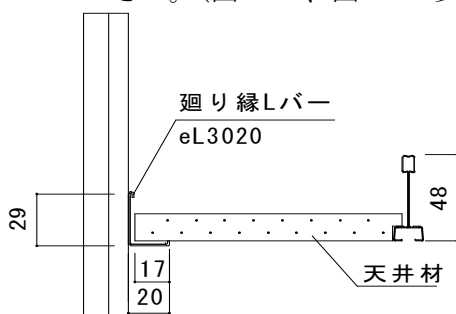

図2-26 正規寸法で天井材をカットした場合
- ①天井材を斜めにしてTバーの格子の中を通して、Tバーよりも上に上げます。
- ②天井材を水平にして、Tバーのグリッドの中にはめ込みます。
- ③窓の開閉等で天井材が浮き上がる場合は廻り縁イタオサエを使用して天井材を押えます。
- ④壁廻りでは、天井材を現場で必要寸法を実測して切断し、天井材を載せ掛けます。
- ・ 切断寸法はL(天井材見付け寸法) + 20mmを目安にして下さい(図2-26参照)。